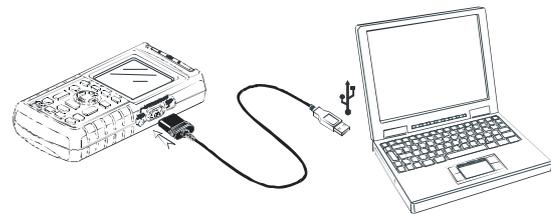

Figure 7-3. Connexion d'un ordinateur
- Utilisez le Câble d'interface/adaptateur RS-232/USB (OC4USB) pour connecter un ordinateur au port OPTICAL PORT du testeur. Voir la figure 7-3.